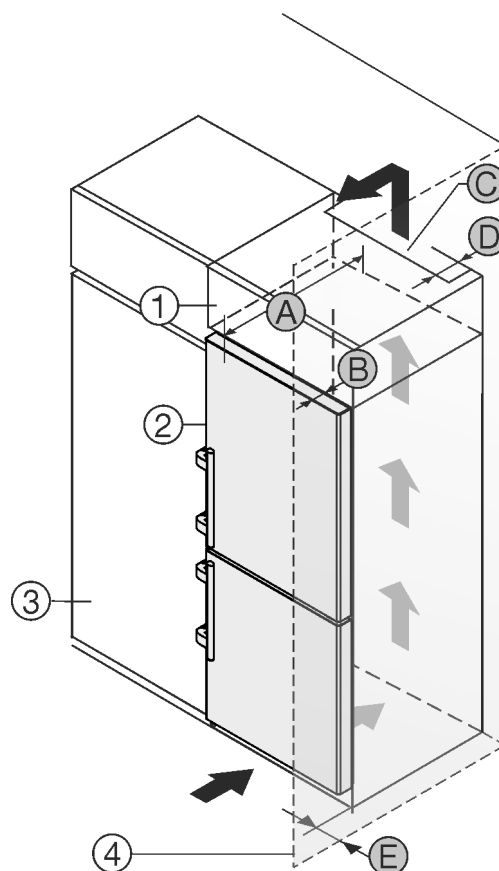

Fig. 27
Het apparaat kan in keukenkasten worden ingebouwd. Om het apparaat *Fig. 27 (2)* aan de hoogte van het keukenblok aan te passen, kan boven het apparaat een opzetkast *Fig. 27 (1)* worden aangebracht.
Het apparaat kan direct naast de keukenkast *Fig. 27 (3)* worden geplaatst. Om de deuren volledig te kunnen openen, moet het apparaat overeenkomstig de diepte *Fig. 27 (B)* t.o.v. het keukenkastfront uitsteken. Afhankelijk van de diepte van de keukenkast en het gebruik van de wandafstandhouders kan het apparaat verder uitsteken.
- Aan de achterzijde van de opzetkast moet een luchtafvoerkanaal met de diepte *Fig. 27 (D)* over de volledige breedte van de opzetkast aanwezig zijn.
- Onder het plafond moet de ventilatiedoorsnede *Fig. 27 (C)* worden aangehouden.
Wanneer het apparaat met de scharnieren naast een wand *Fig. 27 (4)* wordt geplaatst, moet de afstand *Fig. 27 (E)* tussen apparaat en wand worden aangehouden. Dit komt overeen met de uitsteekmaat van de handgreep bij geopende deur.